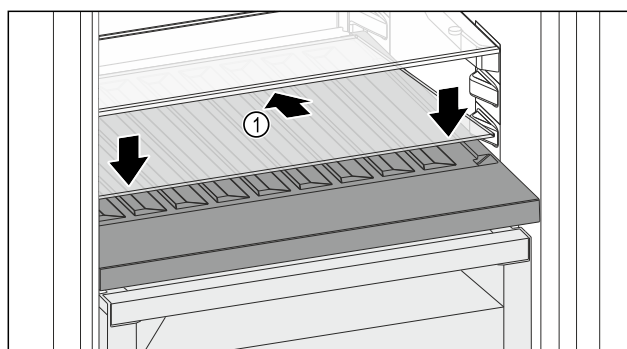

Fig. 140
- Posizionare il ripiano di vetro Fig. 140 (1) inclinato indietro e verso il basso.
- Abbassare la parte anteriore del ripiano di vetro Fig. 140 (1).